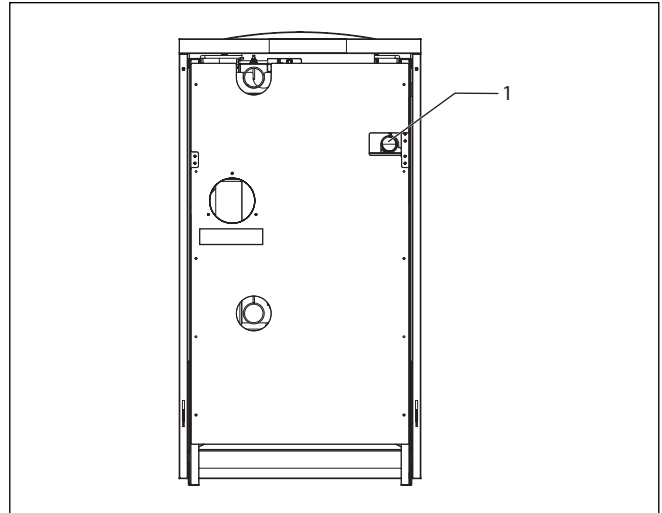

Рис. 5.3 Подсоединение газа (обратная сторона конденсационного газового котла)
- Закройте газопровод на подсоединении газа (1, рис. 5.3) конденсационного газового котла.